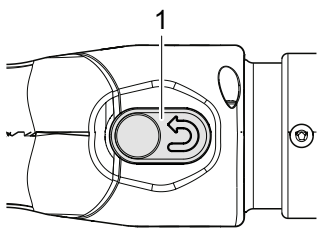

Fig. 17: Botón de reinicio
2. Pulse firmemente el botón de reinicio (Fig. 17/1).